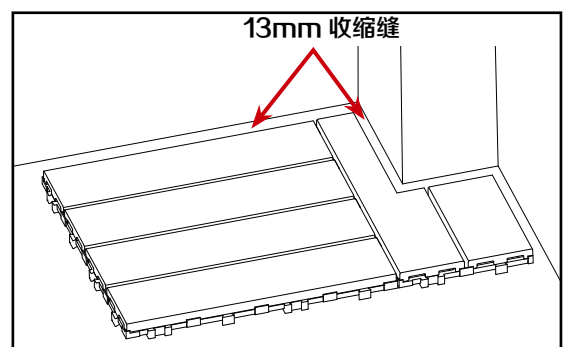

图 16
- 5 将切好后的地板铺在墙角处，完成效果，如图 16 所示。